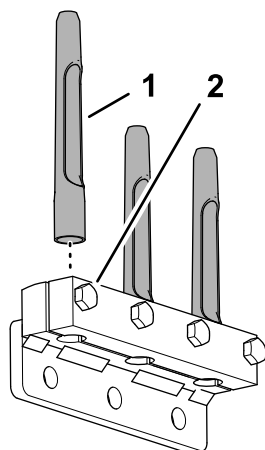

Figura 41
2. Asamblați dinii în suportul pentru dini și în clemă pentru dini (Figura 41).